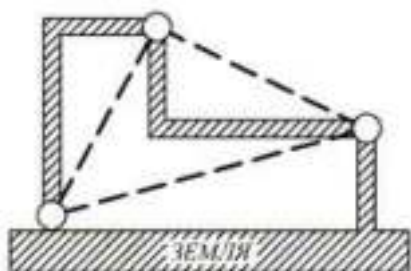

Рисунок 3.3
2) Рама представляет собой неизменяемую фигуру (рис. 3.3), состоящую из трех дисков, соединенных между собой шарнирами А, 1 и 2, не лежащими на одной прямой. Следовательно, геометрическая неизменяемость рамной